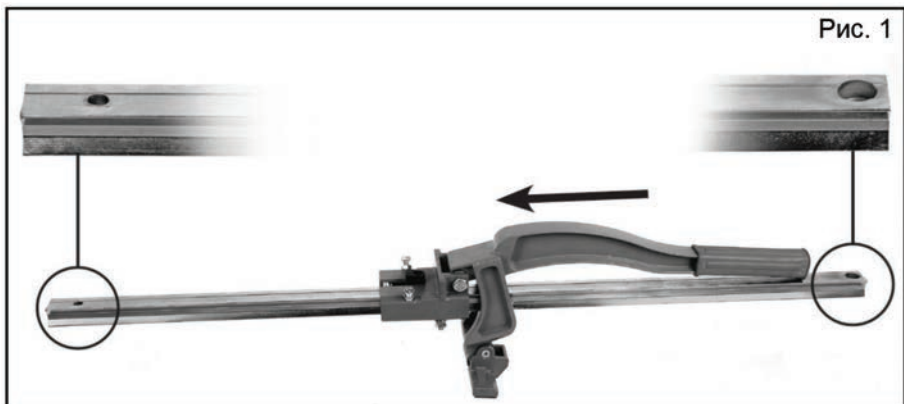

Рис. 1
**Шаг 1:** Вставьте направляющую шину в прорезь рычага, как показано на рис. 1.